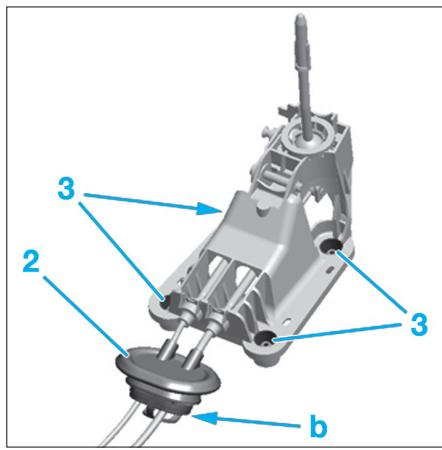

Fig. 14
- Déclipser l'entretoise de maintien des câbles de commandes en "b" (Fig.14).